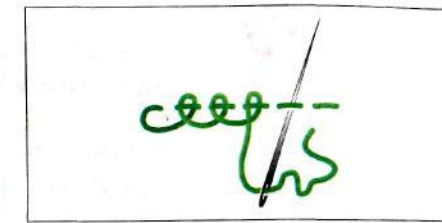

Рис. 67
- Сделав первый прокол, оставляют на изнаночной стороне ткани конец нитки длиной около 6 см и закрепляют его после того, как нитка закончилась. Продернув нитку в иглу, протягивают ее под вышивкой (рис. 67).